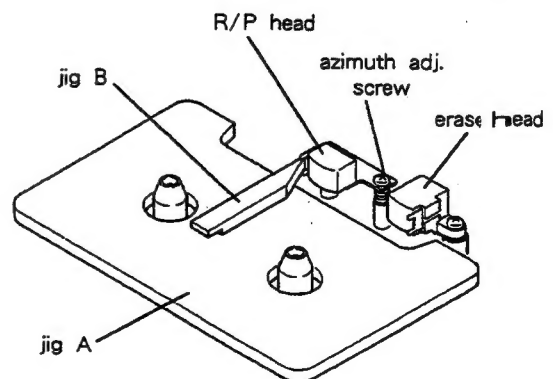

Fig. 2-7
- 1). Set jig A as shown in Fig. 2-7, then set the deck to PLAY mode.
- 5). Play back the 10 kHz signal on test tape MTT-256, then adjust the azimuth adjustment screw (Fig. 2-7) so that the phase difference between the L and R channels is 0°.
- 1). 図2-7のように治具Aをセットし、PLAYモードにする。
- 5). テスト・テープ MTT-256の10kHzを再生して、LchとRchの位相差が 0° になるようにアジマス調整ネジ (図2-7) で調整する。